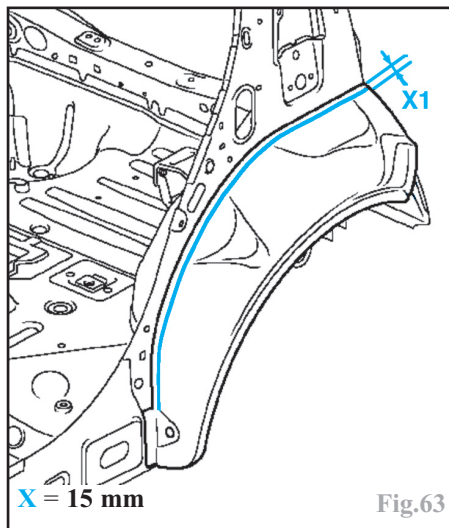

Fig.63
- partiel partie inférieure (Fig.63)